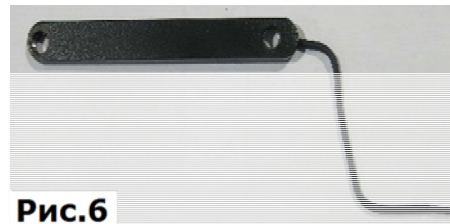

Рис.6
6. Загнуть ушко закладной гайки для водительской стороны автомобиля, (Рис.6).